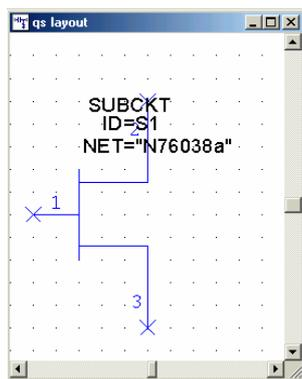

Рис. 4.7. Выбранный новый символ четырехполюсника
3. Выберите **FET@system.syf** в меню и затем нажмите **ОК**. Таким образом, символ подсхемы стал соответствовать рис. 4.7, что отражает его функциональное назначение.